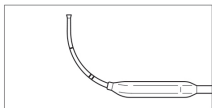

Figura 6. Flexión frontal
- **Senos frontales:** Para tratar los huecos frontales, utilice una flexión de radio grande similar a la del explorador de senos frontal (figura 6). Esta es la forma/flexión facilitada en el envase.